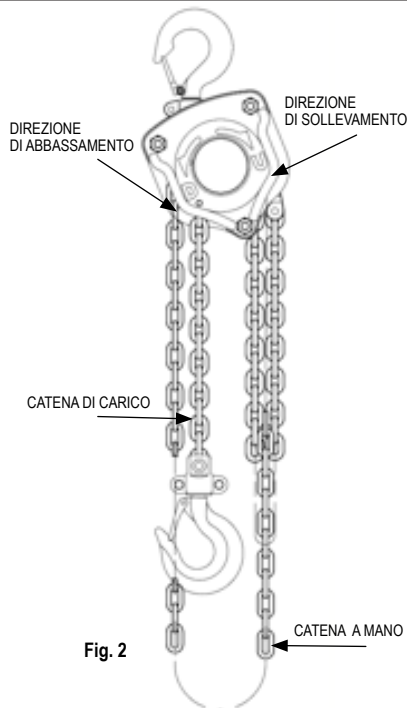

Fig. 2
- Tirare la catena a mano nella direzione di sollevamento (per accorciare la catena) o nella direzione di abbassamento (per allungare la catena). Le direzioni di sollevamento / abbassamento ("U" / "D") sono stampate direttamente sul corpo del paranco (fig.2).